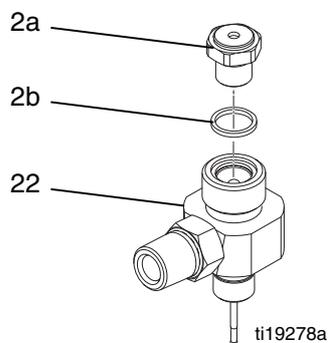

FIG. 13
3. Posizionare la guarnizione (2b) sulla sede della valvola (2a). Ingrassare le filettature della sede della valvola (2a), quindi installarla nell'involucro del fluido (22). Serrare a 20-25 pollici-lb (27-34 N•m). Vedere la FIG. 13.